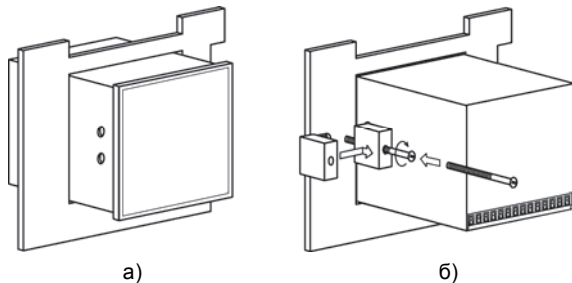

Рисунок 5.2 – Монтаж прибора щитового исполнения
- вставить прибор в специально подготовленное отверстие на лицевой панели щита (см. Приложение А и рисунок 5.2, а);
- вставить фиксаторы из комплекта поставки отверстия на боковых стенках прибора (рисунок 5.2, б);